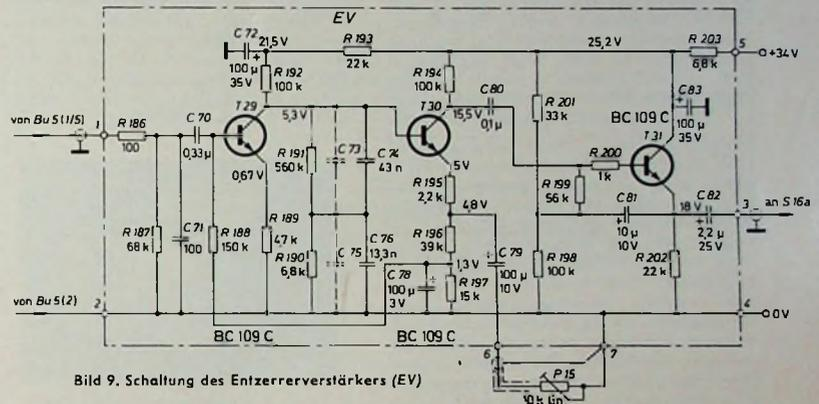

Bild 9. Schaltung des Entzerrerverstärkers (EV)
te Höhenanstieg (19,6 dB bei 20 kHz) und Tiefenabfall (19,3 dB bei 20 Hz) bewirkt eine bessere Platzausnutzung und also einen verbesserten Rauschabstand. Die Aufgabe des Entzerrerverstärkers ist es nun, die auf der Schallplatte aufgezeichnete Information spiegelbildlich zum Aufnahme Frequenzgang rückzuzentrieren und gleichzeitig den niedrigen Pegel des Abtastsystems anzuheben. Der Entzerrerverstärker ist zweistufig mit den Transistoren *T 29* und *T 30* aufgebaut (Bild 9). Die Entzerrung erfolgt
*T 29* und *T 30* sind galvanisch gekoppelt. Das Signal am Kollektor von *T 30* wird über den Kondensator *C 80* der Impedanzwandlerstufe *T 31* zugeführt und kann an dessen Emittter über *C 82* entnommen werden. Mit dem Trimpotiometer *P 15* im Emittterkreis von *T 30* läßt sich durch Verändern der Gegenkopplung die Verstärkung des Entzerrers um rund 10 dB verändern. Die maximale Verstärkung beträgt 35,5 dB. Damit der Frequenzgang möglichst der Sollkurve entspricht, müssen die Kondensatoren *C 74* und *C 76* auf die im Bild 9 angegebenen Kapazitätswerte (43 nF beziehungsweise 13,3 nF) ausgesucht werden, oder man muß die Werte durch Parallelschaltung geeigneter Kondensatoren (*C 73*, *C 75*) erreichen. Soll das Trimpotiometer *P 15* entfallen, so ist der Elektrolytkondensator *C 79* mit seinem Minusanschluß an Masse zu legen. In diesem Falle ist der Elektrolytkondensator *C 78* überflüssig und kann weggelassen werden.
**3.10. Tongenerator (TG)**